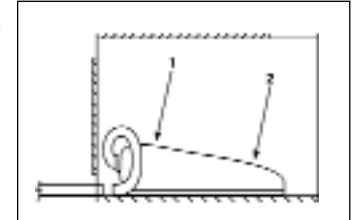

Fig. 9
5.6 Tutte le valvole con interruttore a pedale (vedere Fig. 9)